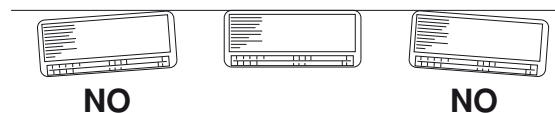

**Fig. 13a**
- (1) Fije el panel posterior a la pared mediante los 8 tornillos suministrados. (Fig. 13a o 13b)